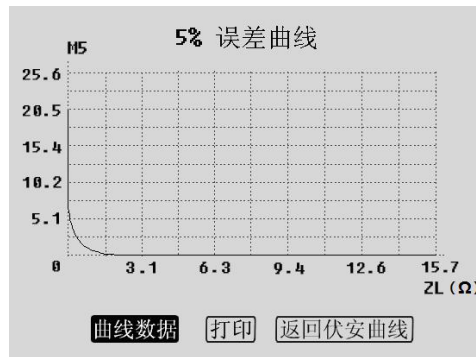

图 17 5%误差曲线结果操作界面
3) 误差曲线：通过旋转鼠标将光标移动至误差曲线选项并按下，将弹出一个误差曲线设置对话框（如图 3.8）。“Z2”为 CT 二次侧阻抗值。“额定电流”为 CT 的二次侧额定电流，这两项可由用户根据实际需要来设定，并将作用于 5%和 10%误差曲线的显示效果和计算值。用户设置好这两个参数后，通过旋转鼠标将光标移动至 5%误差曲线选项并按下，即可自动进入 5%误差曲线结果操作界面（如图 17）。